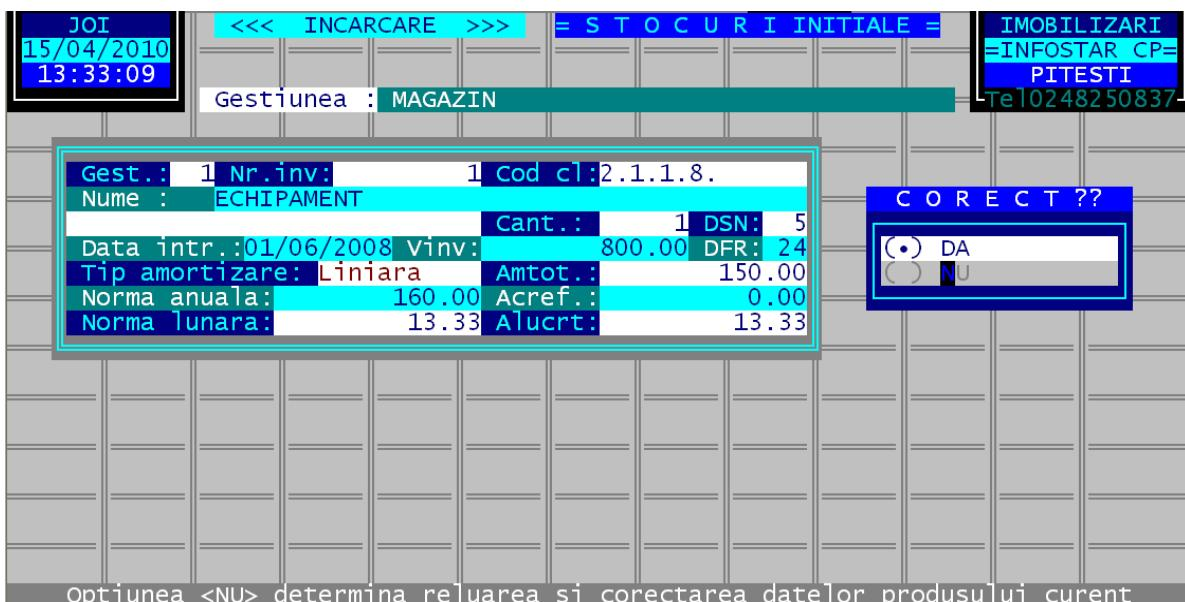

Fig. 15
- *amortizarea pe luna curentă* (este calculată în mod automat de program, dar poate fi modificată manual dacă se dorește) (vezi fig.15)